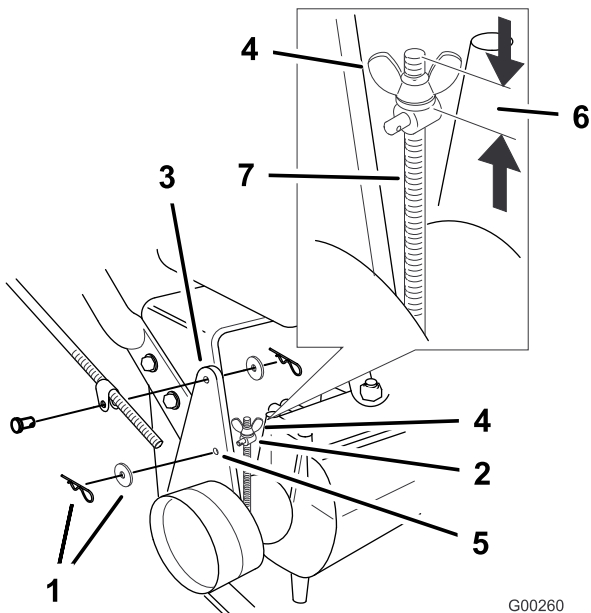

Figura 45
Nota: Para el ajuste inicial, ajuste la tuerca de orejeta hasta que se encuentre a 32 mm (1-1/4 pulg.) de la parte superior de la varilla (Figura 45).
5. Para ajustar el freno, retire el pasador de horquilla y la arandela de la palanca del freno y el collar (Figura 45).
8. Instale el collar en el taladro F (Figura 45). Apriete la tuerca de orejeta.
9. Fije el collar a la palanca de freno con la arandela y el pasador de horquilla (Figura 45).